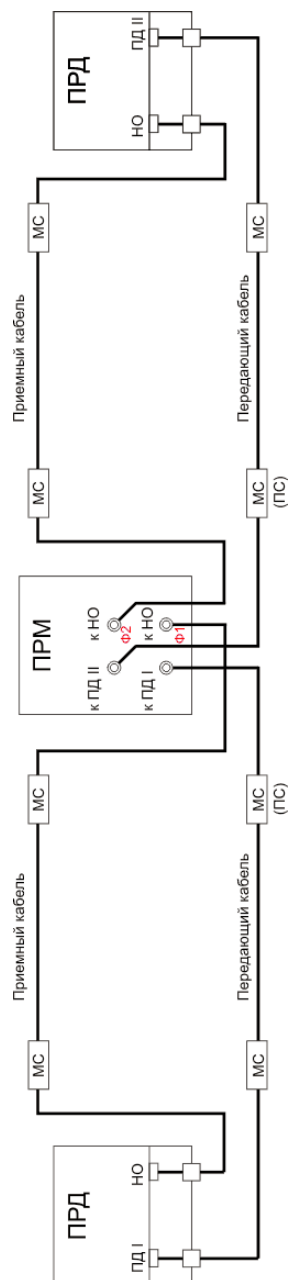

Рисунок 6.6.
- Сращивание излучающих и переходных кабелей с помощью герметизирующих муфт по соответствующей технологии. Плата согласования устанавливается в муфту передающего кабеля, ближнюю к приемнику (рис. 6.6.). При расстоянии между кабелями менее 2-х метров и коротких участках плата согласования ставится также и в муфту приемного кабеля.
- соединение кабелей показано на рис. 6.6.